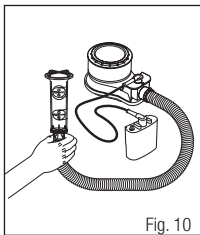

Fig. 10
- b. GVP-122, GVP-123 o H-115 – Introduzca en el extremo del tubo de respiración (Fig. 10) y sostenga verticalmente.